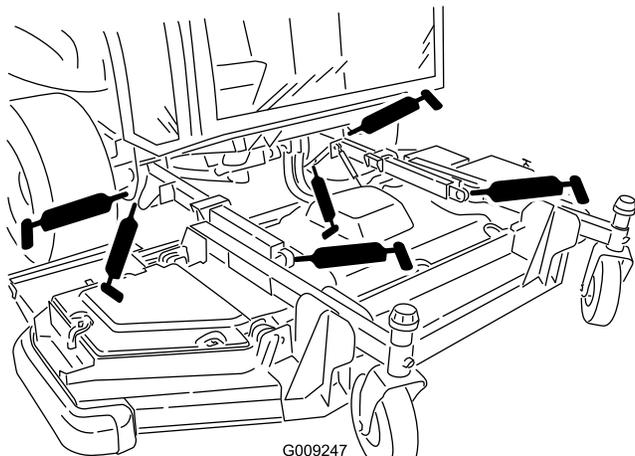

図 90
- 昇降アームのブッシュ2ヶ所 図 90
- 昇降アームのボールジョイント 2ヶ所 図 90
- 前デッキの昇降シリンダのピボット2ヶ所 図 90